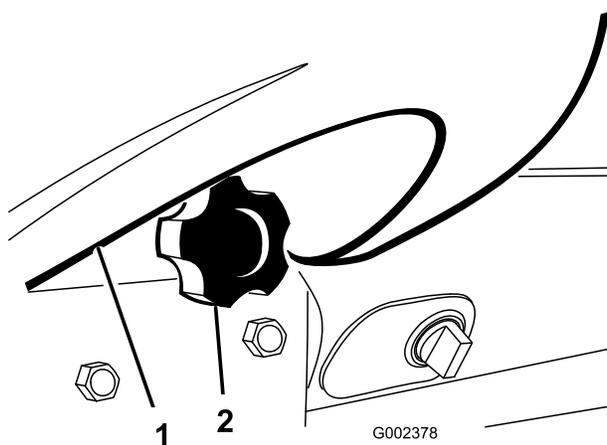

Figure 29
- Desserrez le bouton qui fixe le porte-gobelet à la planche de bord (Figure 29). Déposez le porte-gobelet de la planche de bord.